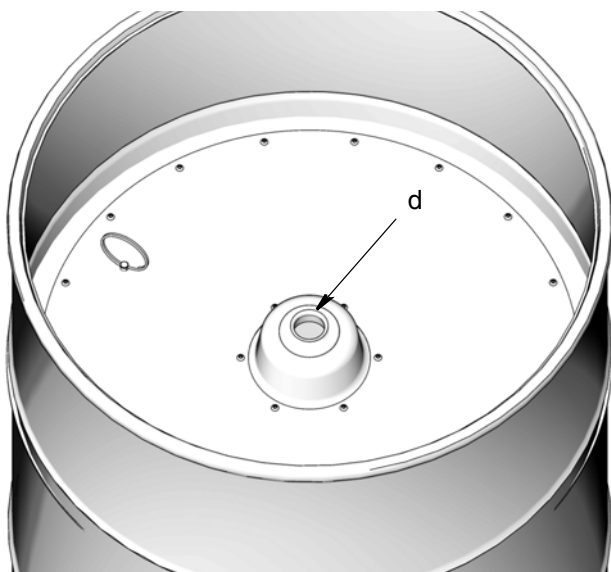

FIG. 8
- Poser la plaque d'appui sur de la graisse fraîche (FIG. 8). Enlever l'air en appuyant sur la plaque d'appui jusqu'à ce que le niveau de graisse arrive au niveau de l'ouverture au milieu de la plaque d'appui (d).